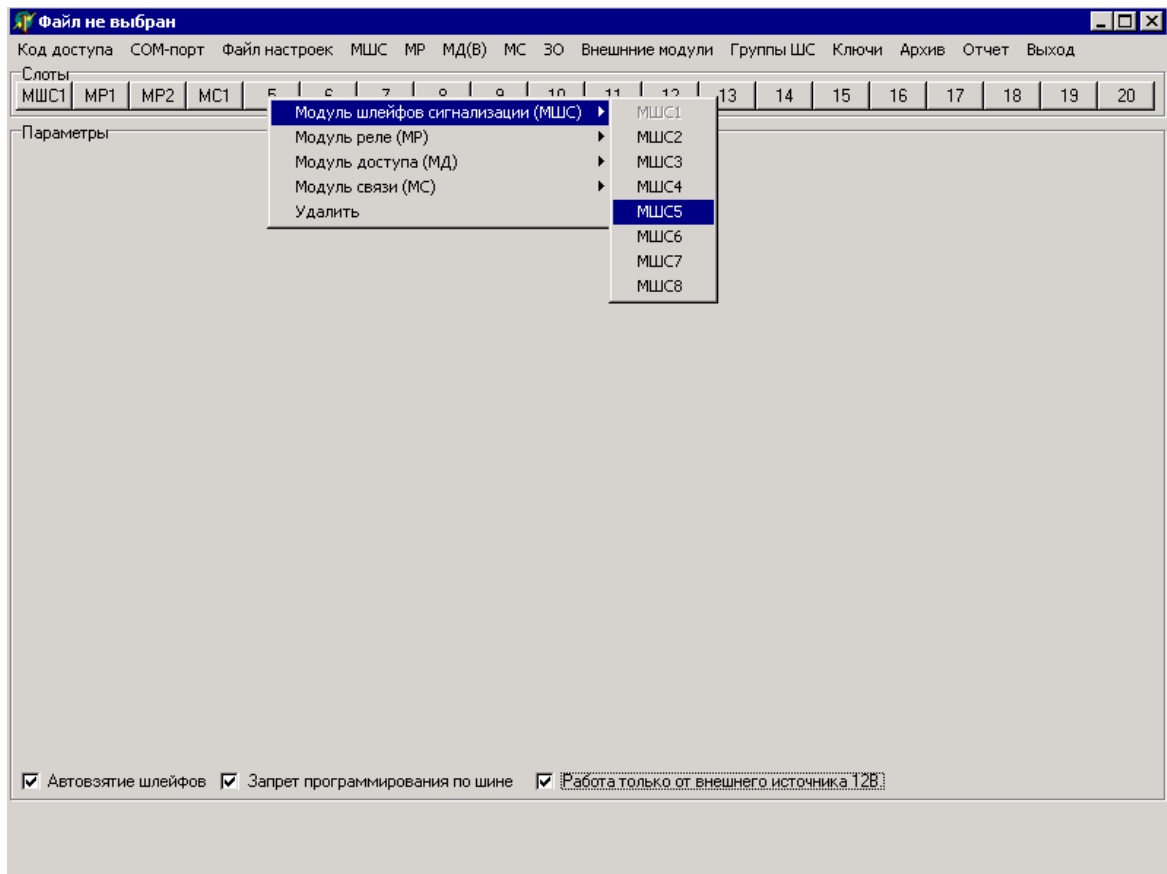

Рисунок 5
2.1.3.1 В верхней части основного окна программы под главным меню расположена панель «Слоты» с кнопками «1» – «20», номера которых соответствуют номерам слотов прибора, предназначенным для установки внутренних модулей. При первоначальном программировании прибора (создании нового файла настроек), необходимо установить на кнопках модули МШС, МР, МД и МС в соответствии с их реальной установкой в приборе. Для каждой из кнопок соответствующий ей модуль выбирается из выпадающего списка, появляющегося при нажатии на кнопке правой клавиши мыши (рисунок 5):